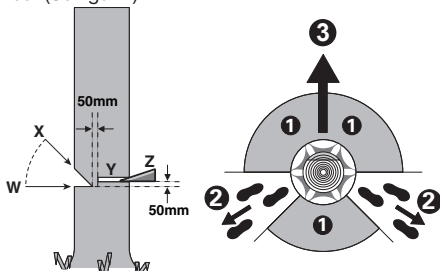

Bild 1
Flyktvägen bör gå bakåt och diagonalt relativt den bakre delen av den förväntade fallriktningen, så som visas på bild 1.
Gör skäran till 1/3 djup av trädets diameter, vinkelrätt mot fallriktningen, så som visas på bild 1. Såga först det undre vågräta riktsskåret (W). Härvid undviks inklämning av sågkedjan eller styrskena vid sågning av övre riktsskär (X).
Gör fällskäret minst 50 mm högre än det horisontella riktsskåret (Y), så som visas på bild 1. Fällskäret bör vara parallellt med riktsskåret. Gör fällskäret endast så djupt att en brytmån blir kvar (brytlist) som fungerar som ett gångjärn. Brytmånen hindrar trädet från att vrida sig och falla i fel riktning. Såga inte av brytmånen.